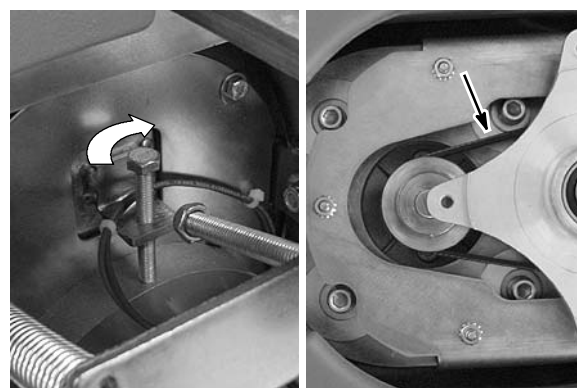

BILD. 15
4. Vrid spänningsbulten medurs tills remmen är 6 mm från kanten (räknat från mitten) med en nedböjningen på 4,5 kg (bild 15).